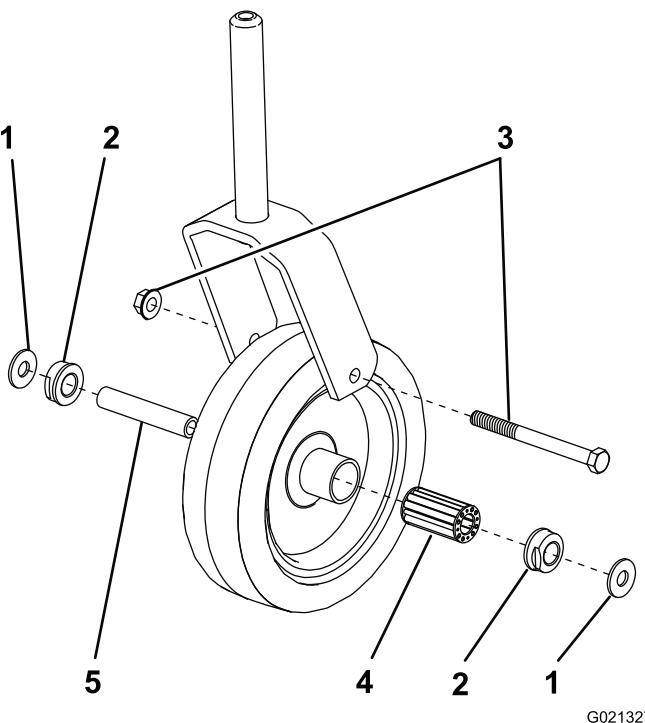

Figura 26
1. Togliete la vite a testa cilindrica e il dado di bloccaggio che fissano la ruota orientabile e le (2) rondelle tra le forcelle della ruota orientabile (Figura 26).
2. Estraete la boccola chiave dal mozzo della ruota (Figura 26).
3. Togliete la boccola dal mozzo della ruota e lasciate cadere il cuscinetto (Figura 26). Togliete la boccola dalla parte opposta del mozzo della ruota.
7. Montate il gruppo ruota orientabile e le (2) rondelle tra le relative forcille e fissate i componenti in sede con la vite a testa cilindrica e il dado di bloccaggio.